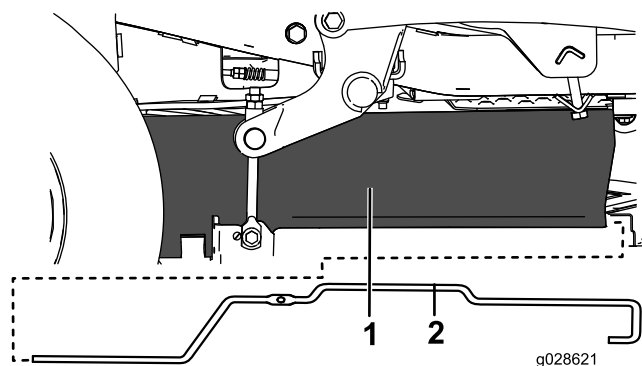

Figura 14
2. Inserte la varilla de soporte nueva en el faldón (Figura 14).